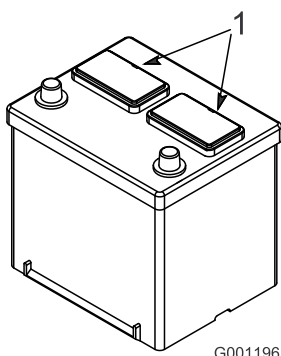

Figura 9
2. Limpie la parte superior de la batería y retire los tapones de ventilación (Figura 9).